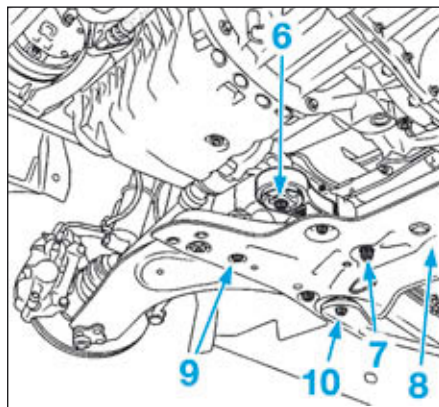

FIG.17
- Déposer la vis de fixation (5) de la bride des tuyaux du circuit d'assistance et mettre en place des bouchons pour limiter les pertes d'huile.
- Déposer les vis (6) de la biellette de reprise de couple et (7) du boîtier de direction (Fig.17).